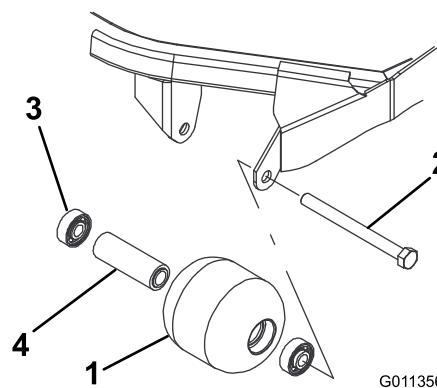

Figure 71
- Retirez le boulon de fixation du galet (Figure 71).
- Vérifiez l'état du logement de roulements, des roulements et de la douille d'écartement (Figure 71). Remplacez les composants endommagés et procédez au remontage.
1. Enfoncez le premier roulement dans le logement à la presse (Figure 71). Exercez la pression uniquement sur la bague extérieure ou uniformément sur les bagues intérieure et extérieure.
2. Insérez l'entretoise (Figure 71).
3. Enfoncez le second roulement dans le logement (Figure 71) en exerçant une pression uniforme sur les bagues intérieure et extérieure jusqu'à ce que la bague intérieure rencontre l'entretoise.